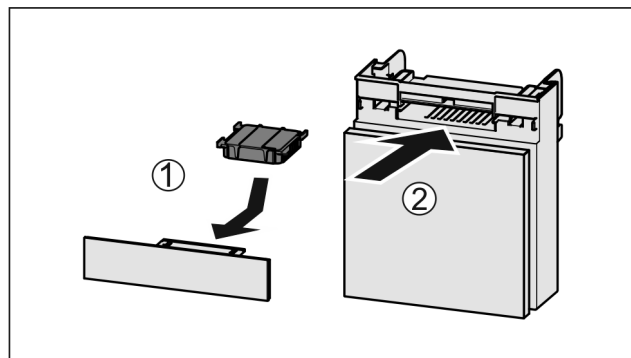

Fig. 169
- Umetnite filtara s aktivnim ugljenom kao što je prikazano na slici Fig. 169 (1).
- Umetnite pretinac Fig. 169 (2).